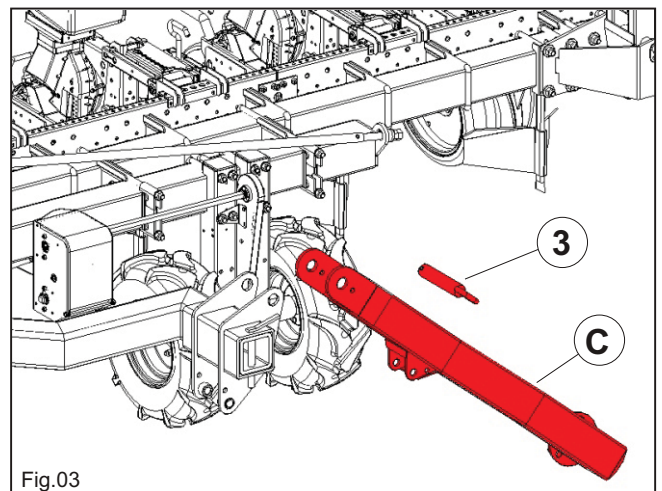

Fig.03
- Montare i supporti ruota **C** fissandoli con le spine **3** (Fig.03).